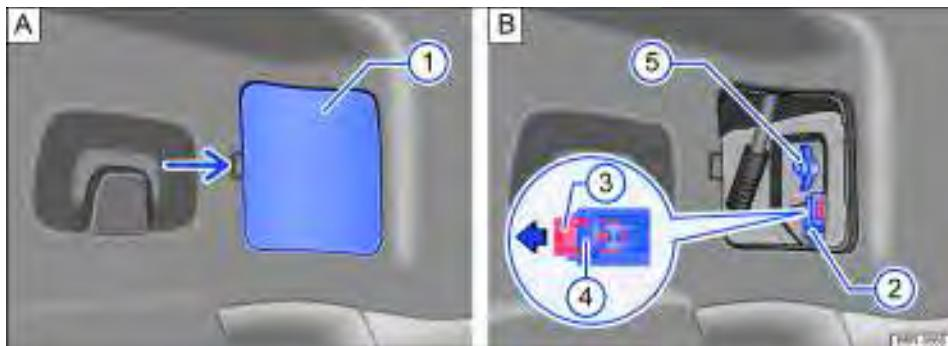

Fig. 151 Lateralmente no compartimento de bagagem: A: desinstalar a cobertura, B: remover a lanterna traseira.
3. Remover com cuidado a cobertura ① \Rightarrow Fig. 151 A.
4. Retirar o conector de alimentação, primeiramente puxar a trava vermelha ③ no conector ② no sentido da seta \Rightarrow Fig. 151 B. Para auxiliar, utilizar uma chave de fenda.
5. Pressionar o travamento ④ e retirar o conector ② \Rightarrow Fig. 151 B.
6. Soltar o parafuso borboleta ⑤ \Rightarrow Fig. 151 B e retirá-lo, segurando ao mesmo tempo, a lanterna traseira.
7. Puxar cuidadosamente a lanterna traseira para fora, para desencaixá-la da carroceria \Rightarrow ①.
17. Segurar a lanterna traseira na posição de montagem com uma das mãos e, aparafusar com a outra o parafuso borboleta \(5\) ⇒ Fig. 151 B.
19. Colocar o conector \(2\) no suporte das lâmpada e pressionar o travamento \(3\) na direção contrária da seta no conector ⇒ Fig. 151 B.